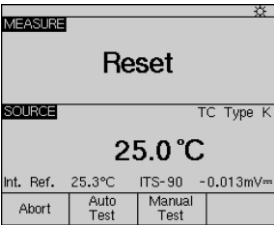
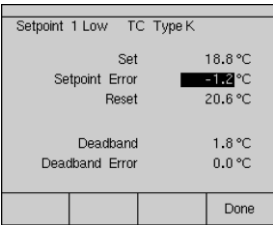

图 5
图 6
7. 现在的显示应如图5所示的组合状态显示。按‘Auto Test’功能键和‘Continue’功能键，F740将模拟热电偶输出一个往复通过正常设置点（SetPoint）的热电势斜坡，同时记录实际设置点（setPoint）的输出温度值并显示在屏幕的右上角。一旦这一过程结束，F740紧接着测试限位开关的复位点（reset Point），同样向限位开关输出一个模拟热电偶的往复通过正常期望复位值（21℃~23℃）的热电势斜坡。实际复位点的输出温度值被记录之后，屏幕将显示如图6的测量结果。实测误差超过允许误差时，误差值将反白显示。